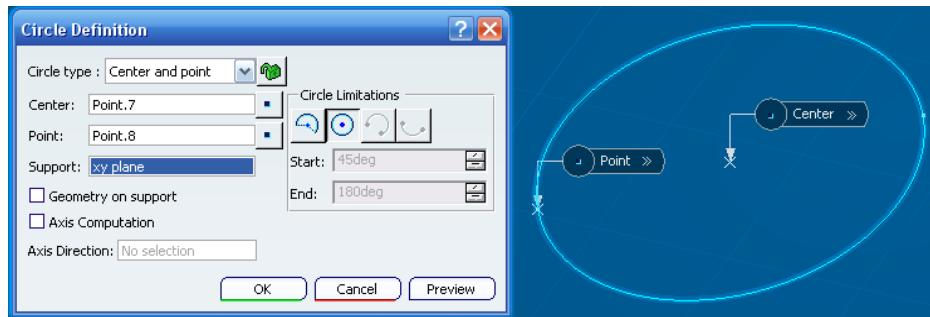

Ilustración 369: Creación de círculo por centro y punto.
**Center and point (Centro y punto):** se selecciona un punto como centro, otro plano, que marcará el radio del círculo, y por último se elegirá la superficie o plano que servirá de soporte. Se muestra un ejemplo en la Ilustración 369.